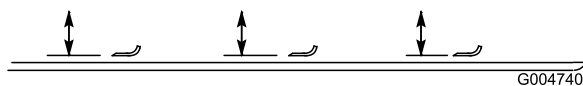

Bild 23
- Drehen Sie die Messer, bis die Enden nach vorne und hinten zeigen und messen Sie von der Innenseite des Mähwerks bis zur Schnittkante an der Vorderseite des Messers (Bild 23).